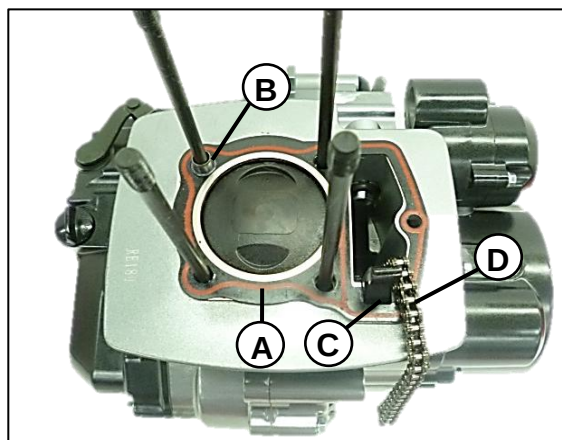

Fig. 33
En la **Fig. 33** podemos ver empaque (A) guía y o-ring, (B) tensor de cadena (C) y cadena (D).